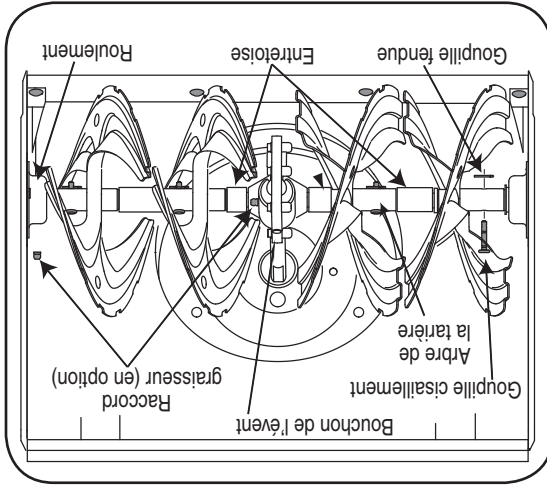

Figure 21
Enlevez les gouppilles de cisaillement sur l'arbre de la tarière, au moins une fois par saison. Vaporisez un lubrifiant à l'intérieur de l'arbre et autour des entretoises. Lubrifiez aussi les roulements à bride trouvés à chaque extrémité de l'arbre de la tarière. Voir la Figure 21.
- Gouppilles de cisaillement et gouppilles fendues maintiennent les tarières sur l'arbre de la tarière. Les gouppilles sont sensés se cisailier si la souffreuse heurte un objet ou un bloc de glace. Voir la Figure 21.